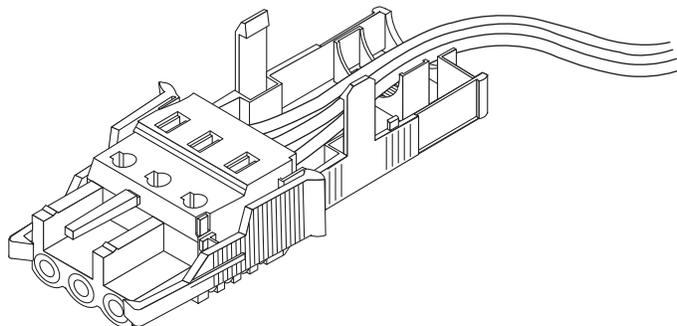

图 2-10 将线穿出松紧式缆线架的底部
2. 将直流电源引出的三根线穿过松紧式缆线架底部一端的开口，如图 2-10 中所示。